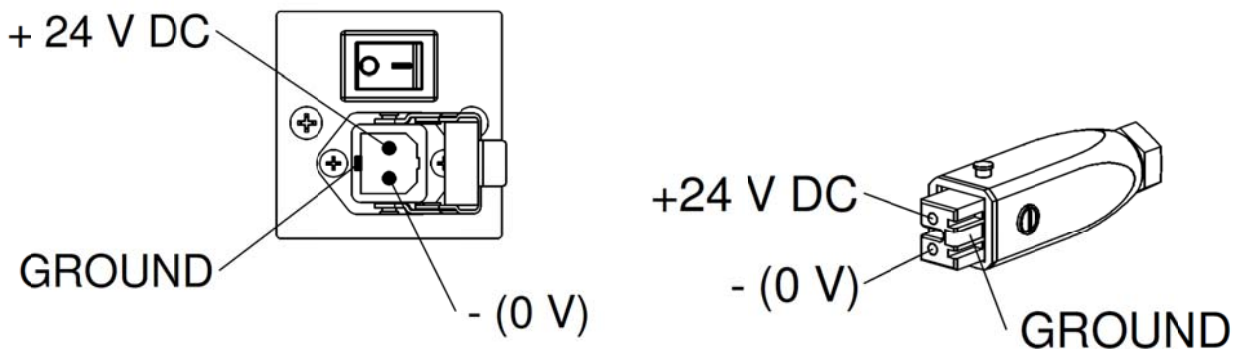

Abbildung 5, 24-Volt-Eingang Extension IQ Easy
- Schließen Sie den 24-Volt-DC-Stromversorgungsstecker Abbildung 5 entsprechend an.